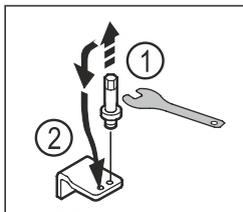

Fig. 21
- ▶ Odvrnite svornjak donjeg ležajnog postolja vanjskim šesterostranim ključem veličine 5. Fig. 21 (1)
- ▶ Umetnite svornjak na suprotnoj strani. Fig. 21 (2)